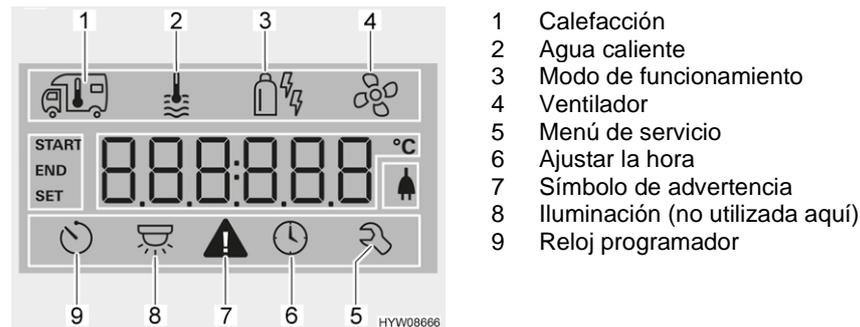

Fig. 108 Display (unidad de mando)
- Girar el pulsador giratorio (Fig. 107,6) hasta que parpadee el símbolo de menú Calefacción (Fig. 108,1).
- Girar el pulsador giratorio (Fig. 107,6) hasta que parpadee el símbolo de menú Agua caliente (Fig. 108,2).
- Girar el pulsador giratorio (Fig. 107,6) hasta que parpadee el símbolo de menú de modo de funcionamiento (Fig. 108,3).
- Girar el pulsador giratorio (Fig. 107,6) hasta que parpadee el símbolo de menú Ventilador (Fig. 108,4).
- Girar el pulsador giratorio (Fig. 107,6) hasta que parpadee el símbolo de menú Reloj programador (Fig. 108,9).
- Pulsar el pulsador giratorio. El reloj programador estará activado. El símbolo Reloj programador (Fig. 108,9) parpadeará si el reloj programador está programado y activo.
En caso de una advertencia, parpadeará el símbolo de advertencia (Fig. 108,7). La calefacción continuará funcionando. Si sólo se trata de una avería temporal, el símbolo de advertencia se apagará automáticamente.